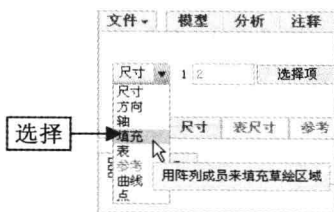

图 7-42 选择“填充”选项
Step 02 弹出“阵列”选项卡，单击“尺寸”右侧的下拉按钮，在弹出的下拉列表中选择“填充”选项，如图 7-42 所示。